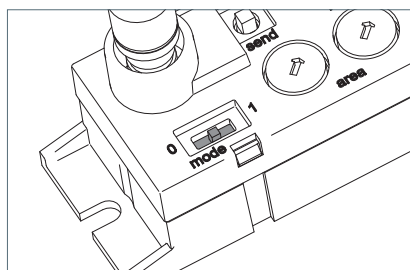

Fig. 17: Fonction swarm control activée.
- Réglez le commutateur à coulisse « mode » sur la position **1**, voir Fig. 17.